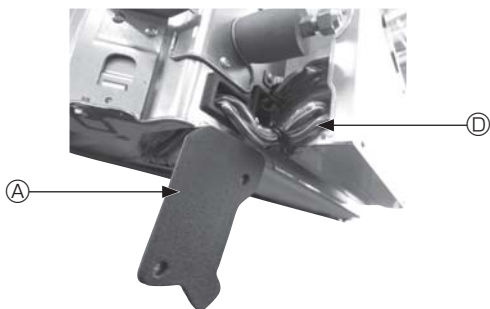

Fig. 4-4
- ① Fjern de to skruene som fester ledningsdekselet på hovedenheten, og åpne dekelet.
- ② Legg ledningene for i-See-sensoren og signalmottakeren gjennom ledningsinnløpene i den elektriske komponentboksen, som vist i diagrammet, og rundt gjennomføringsene på siden av hovedenheten. (Fig. 4-4)